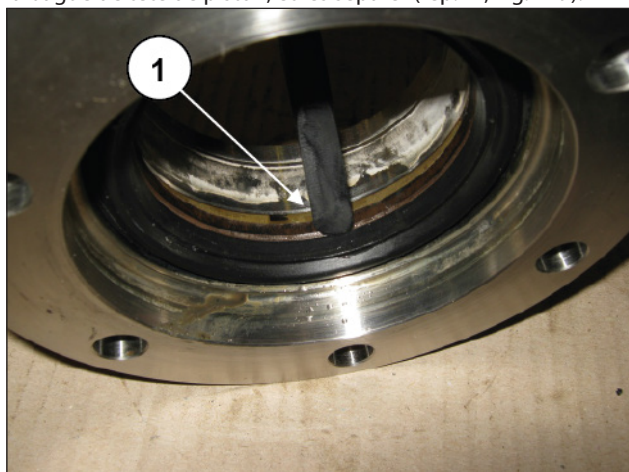
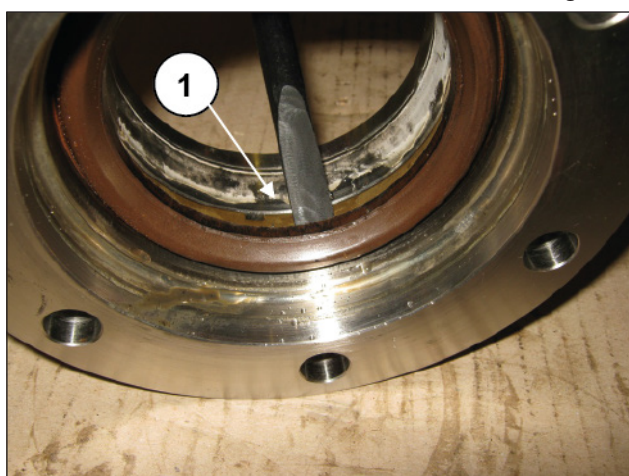
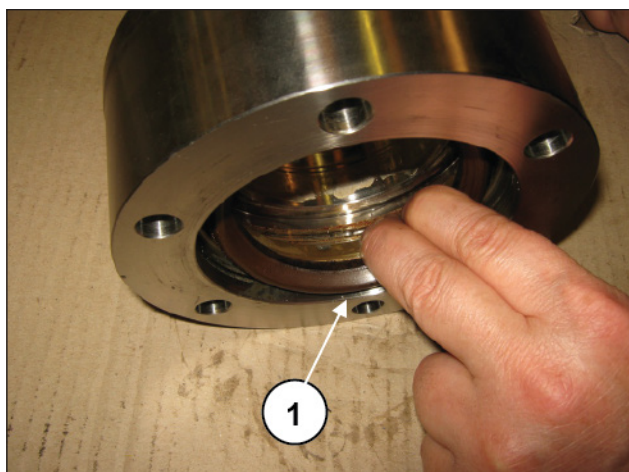
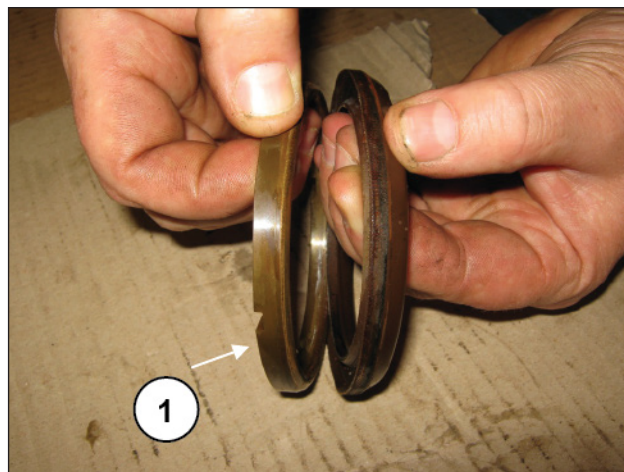

Fig. 216
Fig. 217
Fig. 218
Fig. 219
Extraire de la chemise, dans l'ordre, la bague restop (rep. ①, Fig. 216), la bague d'étanchéité (rep. ①, Fig. 217 - Fig. 218) avec la bague de tête de piston, et les séparer (rep. ①, Fig. 219).